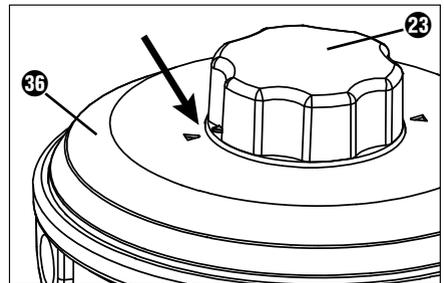

Abb. 1
- 1) Achten Sie darauf, dass die beiden Pfeile auf dem Deckel **36** und auf dem Drehknopf **23** der Fadenspule **22** zueinander zeigen (siehe Abb. 1).